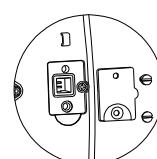

Figure 4-2. Broches LFT.
2. Démontez le couvercle de sécurité sous la balance afin d'accéder aux deux broches situées dans un logement (reportez-vous à la figure 4-2). Raccourcissez ces broches (un tournevis plat peut être utilisé), tout en mettant la balance ON. La balance effectuera une procédure de démarrage et l'affichage présentera ensuite l'état en cours [LFT OFF] (LFT ARRÊT, déverrouillé) ou (LFT MARCHE, verrouillé) ; appuyez sur la touche No pour modifier ce réglage ou sur la touche Yes pour le confirmer.